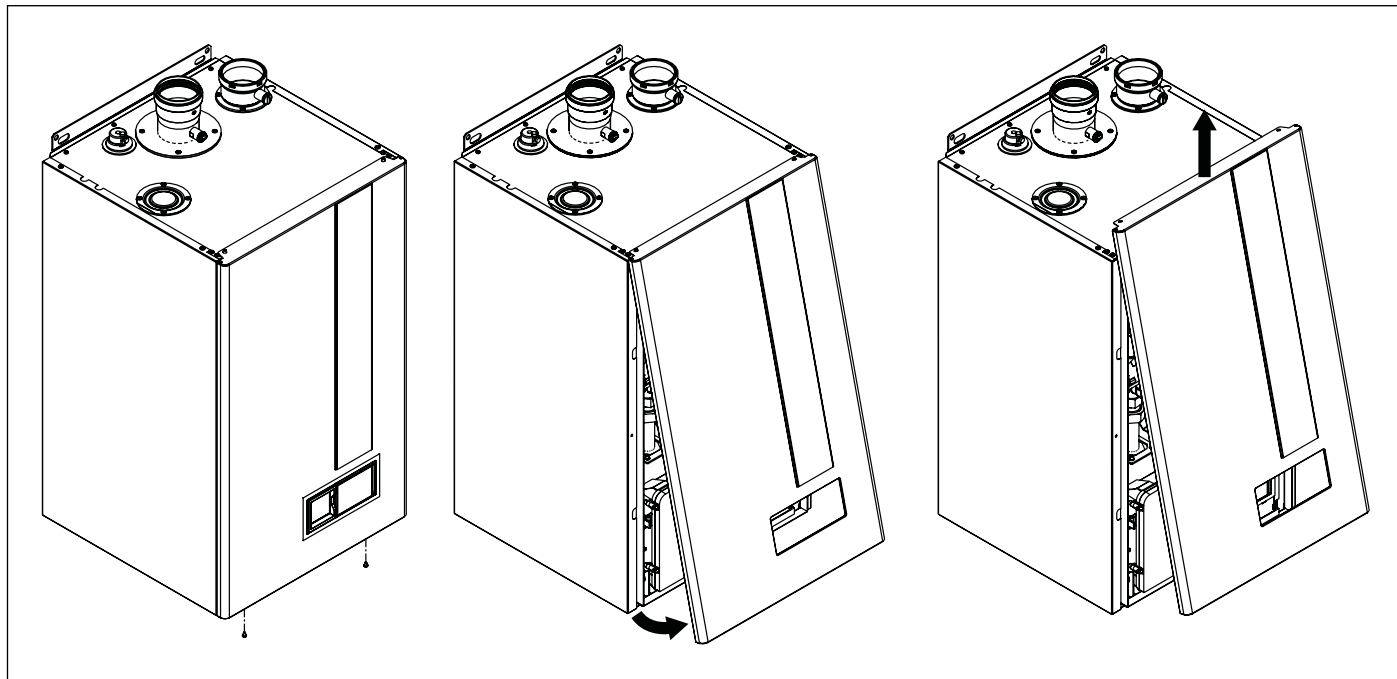

Fig. 30 Apertura revestimiento
- Quitar el recubrimiento delantero de la caldera (ver Fig. 30 Apertura revestimiento).